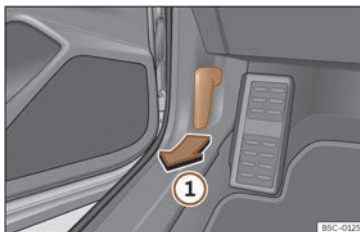

Fig. 213 Palanca de desbloqueig a l'espai reposapeus del conductor.
- Obriu la porta i estireu la palanca que hi ha sota del tauler d'instruments >>> **fig. 213** .